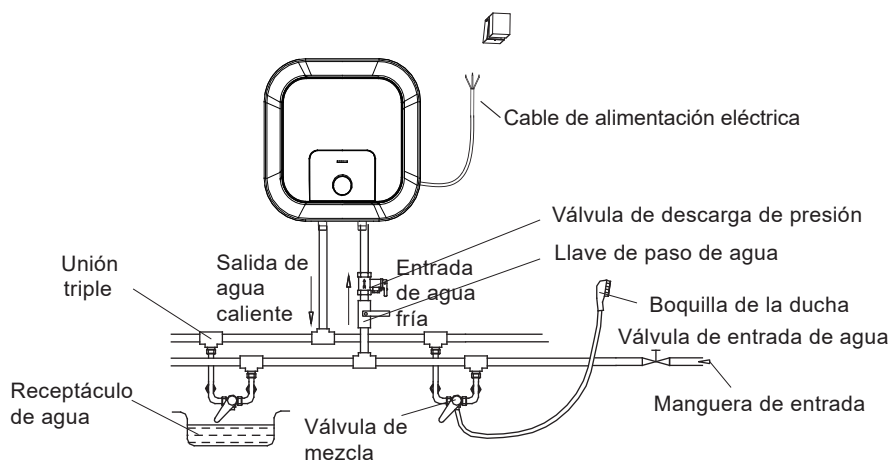

Figura 6
- ④ Si el usuario desea realizar un sistema de abastecimiento de vía múltiple, observe el método ilustrado en la figura 6 para la conexión de mangueras.